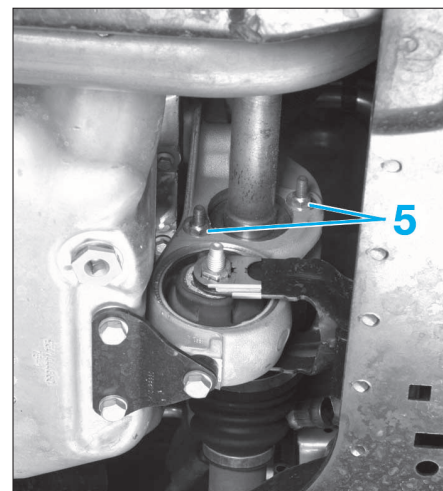
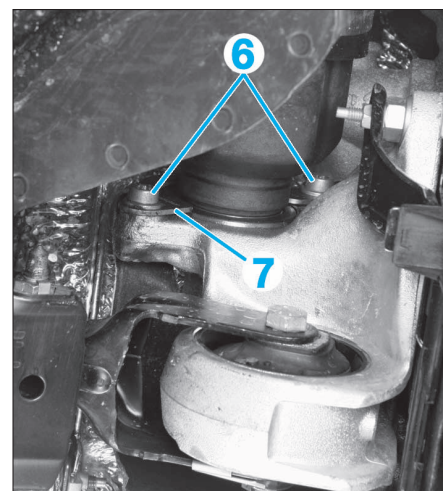

FIG. 5
FIG. 6
- 1^{er} cas (Fig.5) :
- desserrer les écrous (5)
- 2^e cas (Fig.6) :
- desserrer les vis (6)
- déposer la vis (6) inférieure
- déposer la plaque de maintien (7)